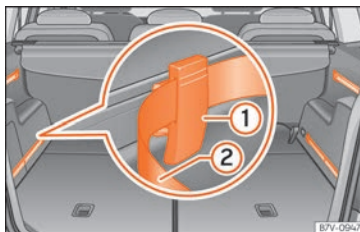

Fig. 173 Nel bagagliaio: sistema con guide, elementi di fissaggio regolabili ① e cintura di tensione regolabile ②.
- Posizionare un elemento di fissaggio con i solchi rivolti verso l'alto » fig. 173 ① nella parte superiore della guida e premere verso il basso.